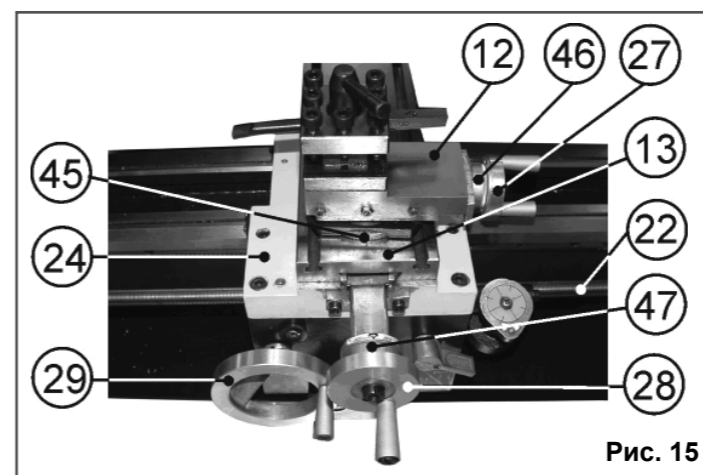
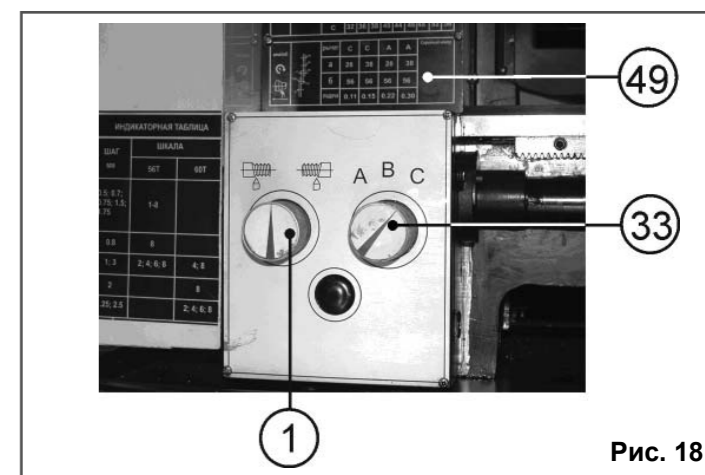
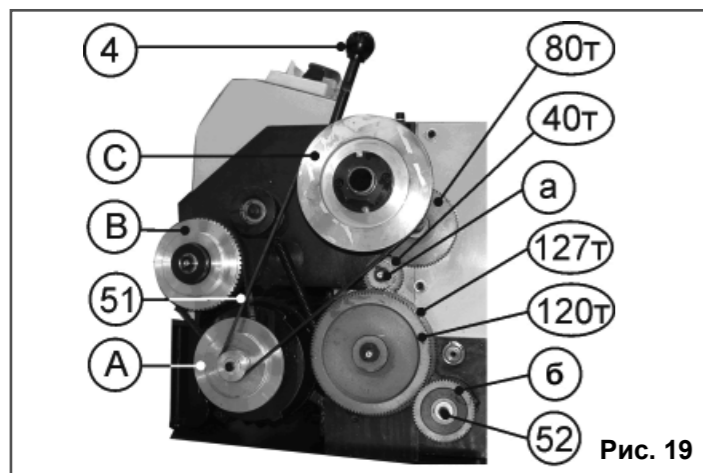
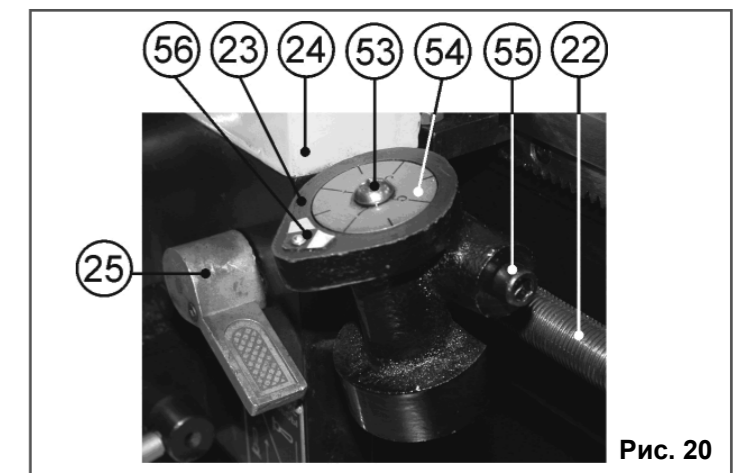

Рис. 15
Рис. 18
Рис. 19
Рис. 20
дите резец, используя маховик подачи поперечного суппорта (28), Рис. 15. Поднимите вверх ручку (25) управления разъемной гайкой ходового винта, Рис. 20. Вращая маховик ручной подачи каретки (29), Рис. 15, отведите каретку назад к началу нарезания резьбы. Наблюдайте за вращающимся диском (54) индикатора (23) нарезания резьбы. По мере совмещения метки (56) на корпусе индикатора (23) нарезания резьбы и ранее выбранного вами по таблице 5 числа индикаторного диска (54), резко опустите вниз ручку (25) управления разъемной гайкой ходового винта (начните нарезание резьбы). Повторяйте цикл нарезания резьбы до окончательных размеров.
#### 10.3. Точение (Рис. 15)
10.3.1. Установка и подача резца в продольном направлении станины (20), Рис. 2, производится вращением маховика ручной подачи каретки (29), Рис. 15.
10.3.2. Точная установка и подача резца в продольном направлении производится маховиком (27) подачи поворотного суппорта (12), установленного параллельно ходовому винту (22) подачи каретки, что соответствует совмещению метки на поперечном суппорте (13) и нулевой отметке шкалы (45) поворотного суппорта (12), Рис. 15.
10.3.3. Расстояние прохождения резца контролируется по шкале лимба (46), (1 деление = 0,025 мм), Рис. 15.
10.3.4. Установка и подача резца в поперечном направлении (установка глубины точения, торцевое точение) производится вращением маховика подачи поперечного суппорта (28), Рис. 15.
10.3.5. Глубина подачи резца в поперечном направлении контролируется по шкале лимба (47). При этом, глубина точения за один проход не должна превышать 0,3 мм (1 деление лимба = 0,025 мм), Рис. 15.
отметок, Рис. 15.
10.4.2. Ручкой переключения направления автоматической подачи (1) установите выбранное направление (левое или правое) автоматической подачи, Рис. 18.
10.4.4. Станок оборудован коробкой скоростей автоматической подачи в диапазоне от 0,11 мм до 0,30 мм за один оборот шпинделя (См. таблицу 2 и шильдик (49)), Рис. 18.
10.4.5. Откройте защитный кожух (2) гитары, как указано в п. 9.3.2. По таблице 2 установите необходимые шестерни (а) и (б), Рис. 19 и закройте защитный кожух (2) (п. 9.3.2.).
10.4.6. Пользуясь таблицей 2 инструкции или таблицей (49), Рис. 18, установите необходимые шестерни (а) и (б), Рис. 19 (См. пп. 10.6.5.- 10.6.10.).
10.4.7. Вращая ручку переключения скорости автоматической подачи (33), Рис. 18, можно менять скорость автоматической подачи. Например, при установке шестерен, а=28Т и б=56Т, Рис. 19, в положение С ручки переключения скорости автоматической подачи (33) – скорость подачи равна 0,11 мм на один оборот шпинделя. При установке ручки переключения скорости автоматической подачи (33) в положение А – скорость подачи равна 0,22 мм на один оборот шпинделя и т.д., Рис. 18.
**При каждом перемещении ручки переключения скорости автоматической подачи (33) необходимо рычаг натяжения ремня (4) привести в крайнее положение от себя, Рис. 19.**
10.5.2. Переставляя клиновой ремень (51) на шкивах А,В,С в положения 1,2,3 согласно таблице 3, можно ступенчато изменять скорость вращения шпинделя – 100; 250; 350; 500; 900 и 1800 об/мин. (Рис. 19 -А,В,С - шкивы). Например, при установке клинового ремня (51) на шкивах В,С в положении 1– скорость вращения шпинделя равна 100 об/мин., а в положении 3 - 500 об/мин. и т.д., Рис. 19.
10.6.4. Комбинации использования шестерен для нарезания резьбы указаны в таблиц 4 и на Рис. 19:
1) См. Рис. 19
Ручка переключения скорости автоматической подачи (33), Рис. 18, в положении А.
2.) См. Рис. 19
Ручка переключения скорости автоматической подачи (33), Рис. 18, в положении С.
10.6.5. Отвинтите крепёжный болт (52), закрепляющий шестерню (б) и снимите стопорную шайбу шестерни (а), Рис. 19.
на месте шпонки на валах и установите необходимые шестерни (а) и (б). Количество зубьев на каждой шестерне промаркировано. Установите крепежный болт (52) шестерни (б) и стопорную шайбу шестерни (а), Рис. 19.
10.6.8. Положение шестерен 120Т и 127Т для метрической резьбы показано на Рис. 19.
10.6.9. Для нарезания дюймовой резьбы поменяйте местами шестерни 120Т и 127Т, Рис. 19.
10.6.10. Установите защитный кожух (2) и закрепите болт (42), Рис. 19.
10.7.7. Включите станок (см. п. 10.2.). Подведите резец (35) к началу предполагаемой резьбы. Маховиком подачи поперечного суппорта (28) установите глубину резания, не превышая 0,2 мм за один проход (как описано выше в п. 10.3.). Опустите вниз ручку (25) управления разъемной гайкой ходового винта, Рис. 20. Ручкой переключения направления автоматической подачи (1), Рис. 18, установите необходимое направление автоматической подачи и начните нарезание резьбы.
10.7.8. По мере приближения резца к концу нарезаемой резьбы отведите резец (35), используя маховик подачи поперечного суппорта (28) (п. 10.3., Рис. 15), а ручкой переключения направления автоматической подачи (1) измените направление подачи, Рис. 18.
**Не переключайте ручку (25) управления разъемной гайкой ходового винта при выполнении операции нарезания резьбы до конца изготовления резьбы, Рис. 20.**
10.7.9. Когда резец пройдет начало нарезаемой резьбы на 3-5 мм, установите ручку переключения направления автоматической подачи (1), Рис. 18, в нейтральное положение. Маховиком подачи поперечного суппорта (28) установите последующую глубину резания, не превышая 0,2 мм за один проход (как описано выше в п. 10.3.). Установите ручку переключения направления автоматической подачи (1), Рис. 18, в первоначальное положение (п. 10.7.6.). Выполните следующий проход.
#### 10.8. Индикатор нарезания резьбы (Рис. 20)